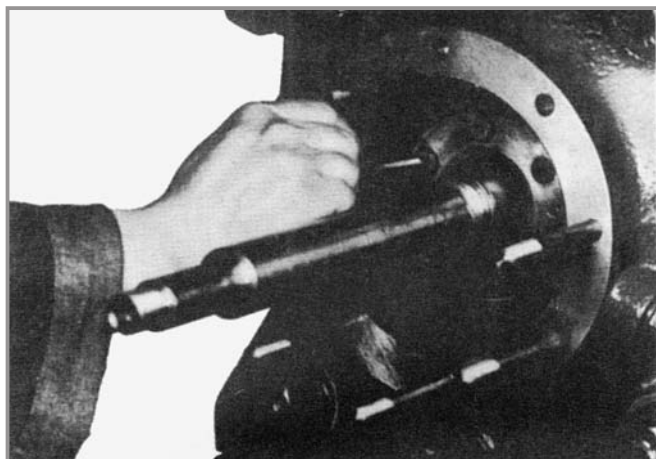

Fig. 48 - Fixação do contra-disco (602)
09. Guiar a junta plana (400.2) no ressalto do corpo de recalque (107) e encostar o contra-disco (602) na junta.
10. Instalar os parafusos (901.2) e com auxílio de uma chave tipo alien fixar o contra-disco (vide Fig. 48).